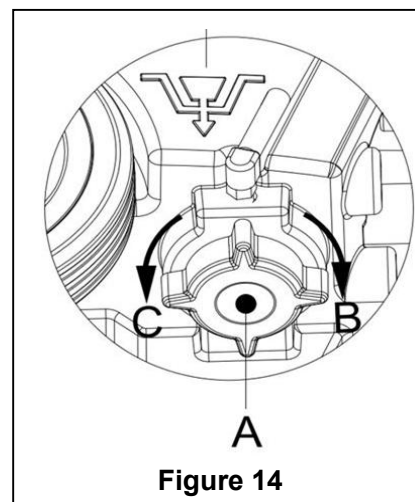

Figure 14
7. Comme indiqué dans la **Figure 14**, tournez pour ouvrir le bouchon du réservoir de solution (A) dans le sens inverse des aiguilles d'une montre dans la direction C et vidangez complètement le réservoir de solution. Utilisez de l'eau propre pour nettoyer l'intérieur du réservoir de solution. Quand le travail est terminé, serrez bien le bouchon du réservoir de solution (A) dans le sens des aiguilles d'une montre dans la direction B.